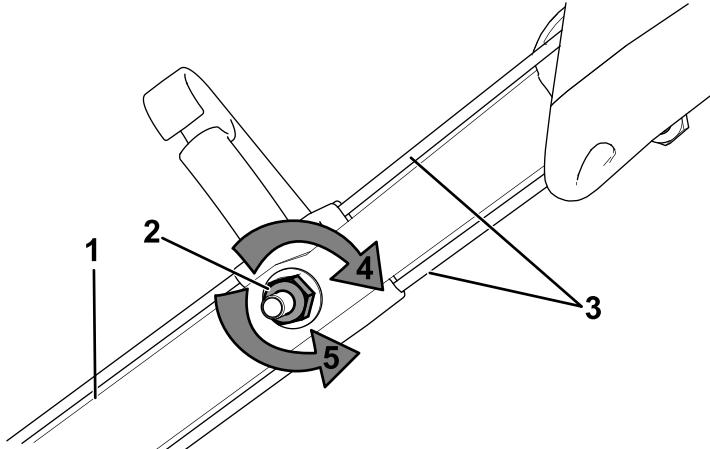

Figura 25
1. Gire la tuerca de ajuste en sentido antihorario para aflojar los ajustes de cables (Figura 25).
2. Ajuste la tensión de los cables (Figura 25) tirando de ellos hacia atrás o empujándolos hacia adelante, y sujetelos en esa posición.